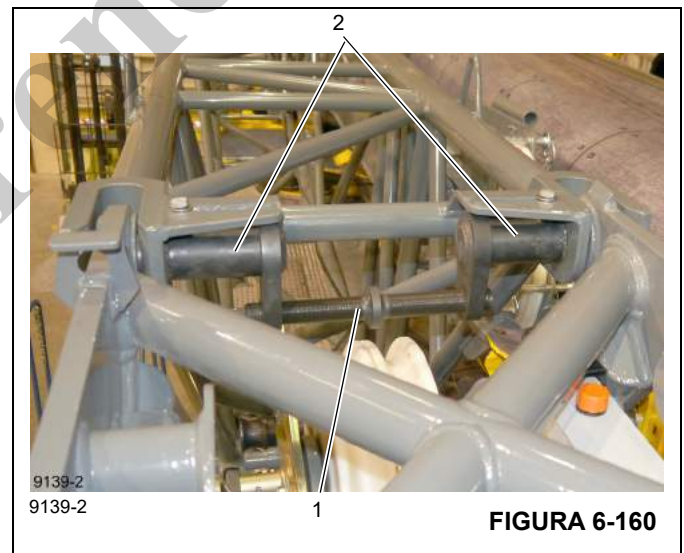

FIGURA 6-160
7. Usando el destornillador de golpe, gire el tornillo separador (1), (Figura 6-160), en sentido contrahorario para desconectar los pasadores superiores (2), (Figura 6-160), entre la extensión de pluma de servicio severo y la extensión base de celosía.